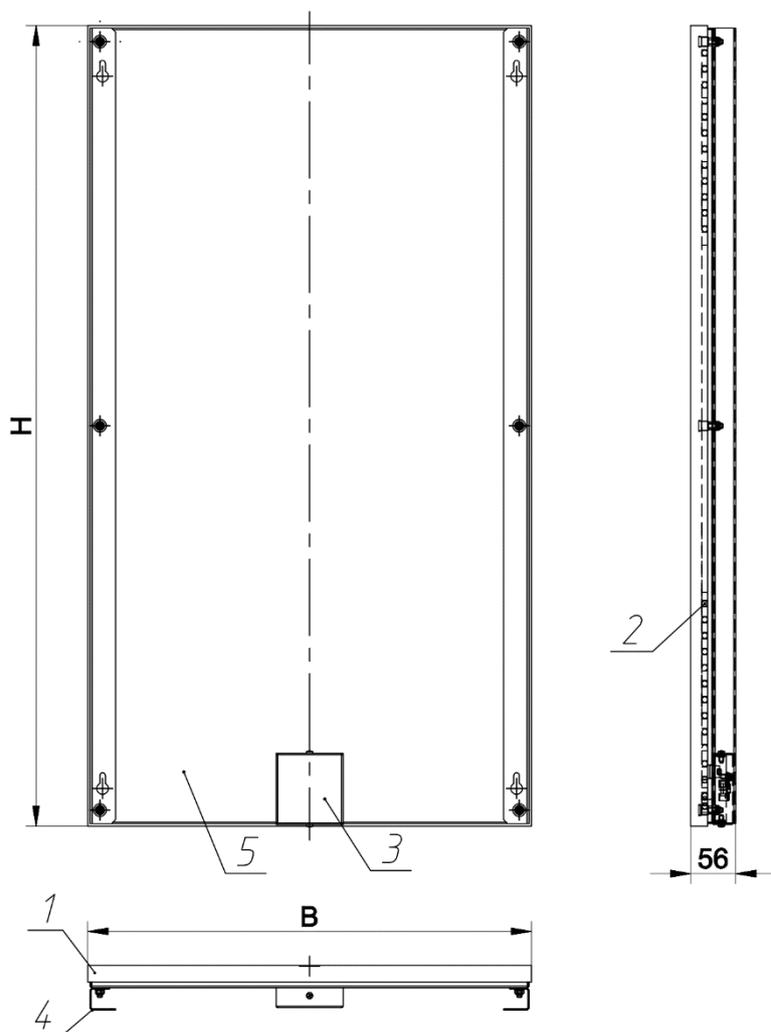

Рис. 1 Радиатор «Меркурий» РКП-Э
- 4.1. Радиатор состоит из следующих основных элементов (см. рис.1):
- 4.2. Размеры и технические характеристики изделий представлены на Рис.1 и в таблице 1.